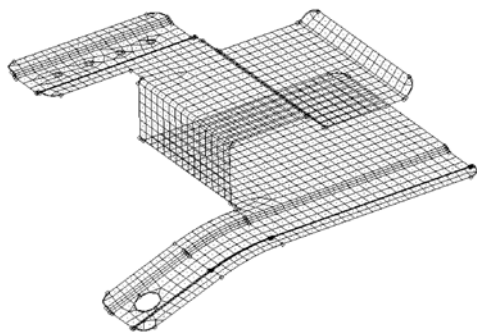

图 4-10 模型中面二维网格质量检查
- (1) 通过以下任一种方式进入 check elems 面板。
(2) 进入 2-d 子面板。
(3) 在 length 栏输入 1。
(4) 单击 length 检查单元最小长度。产生问题的单元大多出现在模型的圆角处, 为更好地观察单元质量, 可将模型改为线框显示模式, 如图 4-10 所示。